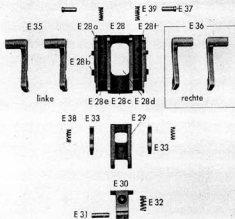

Abb. 25: MG 81; Gurtschieberplatte, vollst. n. A., linke; Einzelteile
- Gurtschieberplatte, vollständig, linke bzw. rechte (Abb. 25)
Gurtschieberplatte, vollst., linke bzw. rechte n. A. (Abb. 25)